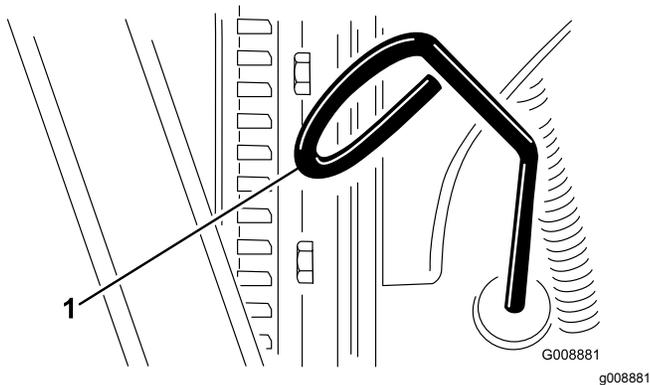

Figura 36
2. Retire la varilla (Figura 36) y límpiela con un paño limpio.